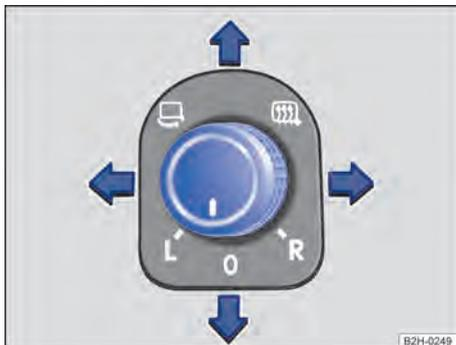

Fig. 81 Na porta do condutor: botão rotativo dos espelhos retrovisores externos.
2. Girar o botão rotativo na porta do condutor para o símbolo desejado → Fig. 81.